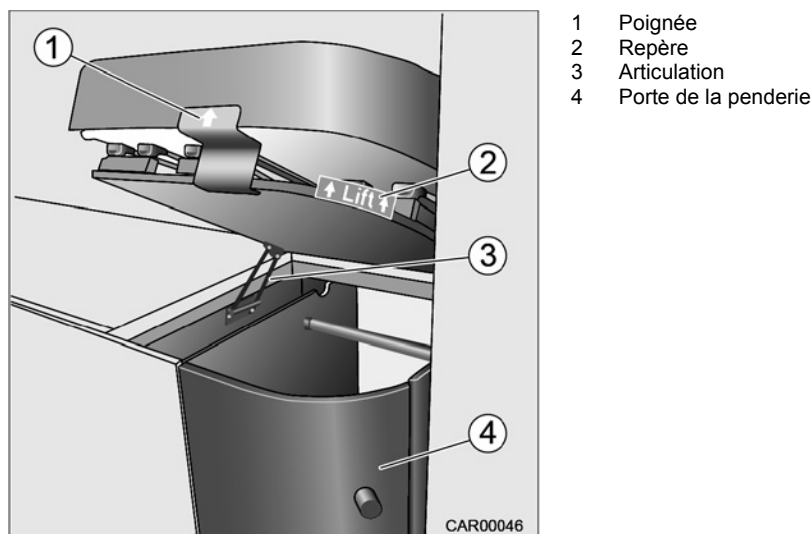

Fig. 96 Lit arrière
2. Relever le sommier divisé en le poussant au point de repère « Lift » (Fig. 96/2) ou au niveau de la poignée (Fig. 96/1).
Le sommier divisé est automatiquement maintenu en position supérieure extrême par l'articulation (Fig. 96/3).
- Avant de prendre la route, ramener le lit en position initiale et fermer la porte de la penderie (Fig. 96/4).